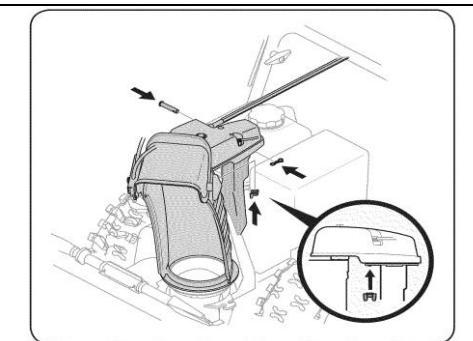

Рис. 9
9. Закончите сборку фиксацией центральной части управления заслонкой к поддерживающему кронштейну, используя барашковую гайку, и штифт с головкой и отверстием под шплинт и сам шплинт, извлеченные ранее. Не перезатягивайте. См. Рис.9